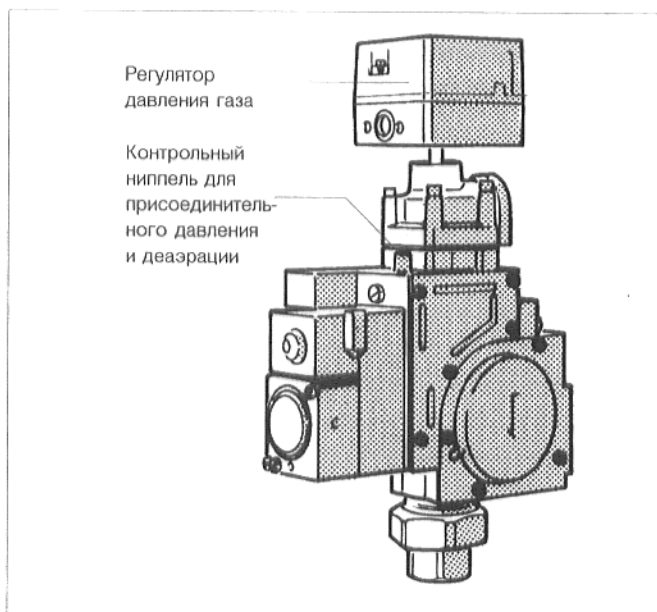

Рис.6. Арматура газовой горелки "Honeywell" VR 4905
- Проверить обозначение регулятора давления (рис. 6 и 7), соответственно таблице 3
- Ослабить запорный винт контрольного ниппеля, для присоединительного давления арматуры газовой горелки (рис. 6 и 7), отвинтив его на два оборота.